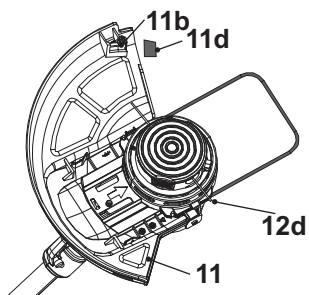

Fig. 14
A proteção (11) protege o operador de objetos projetados durante a operação. Está equipado com uma faca (11b) que corta as linhas de aparar (12d) (Fig. 14).